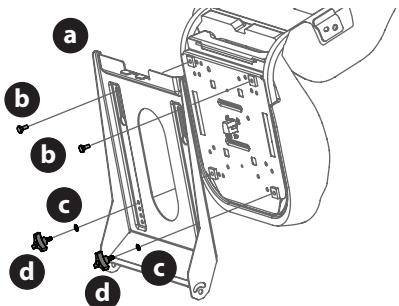

Figure 5
2. Installez le siège sur le plateau du siège (a) à l'aide du matériel fourni (Figure 5).
- a. Pour le bouton d'ajustement du siège : insérez les boulons (b) dans les trous arrière et la rondelle de blocage (c) et les boutons (d) dans les trous avant. Serrez solidement (Figure 5).